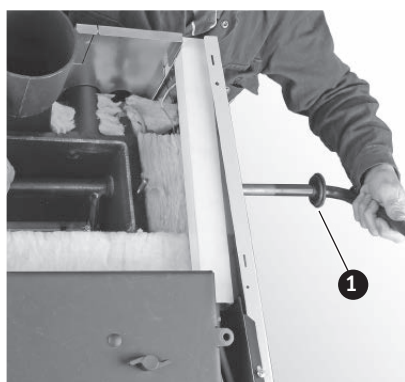
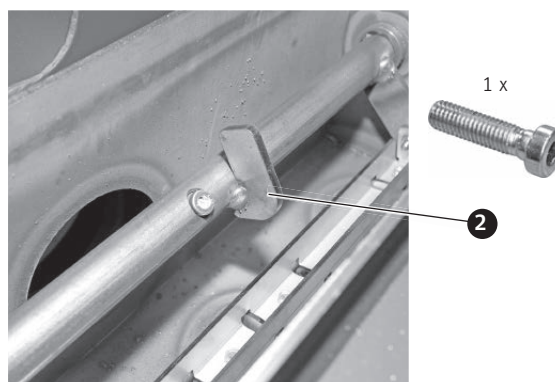

Fig. 62 Dégager l'orifice prédécoupé, engager le levier de nettoyage de la surface d'échange dans l'ouverture
Fig. 63 Enfoncer le levier dans l'axe et le fixer à l'aide d'une vis (seulement engagée)
- ▶ Monter le levier de nettoyage des surfaces d'échange sur le côté gauche ou droit, en fonction des possibilités d'accès. Dégager l'orifice prédécoupé, insérer le levier dans l'ouverture de la paroi latérale (Fig. 62) et l'enfoncer vers l'intérieur dans l'axe (la butée doit être orientée vers le haut – Fig. 63) du dispositif de nettoyage des surfaces d'échange, puis le fixer à l'aide d'une vis cylindrique à six pans creux M8x30 (seulement engagée) – Fig. 63. Enfoncer la douille dans le revêtement – Fig. 62.